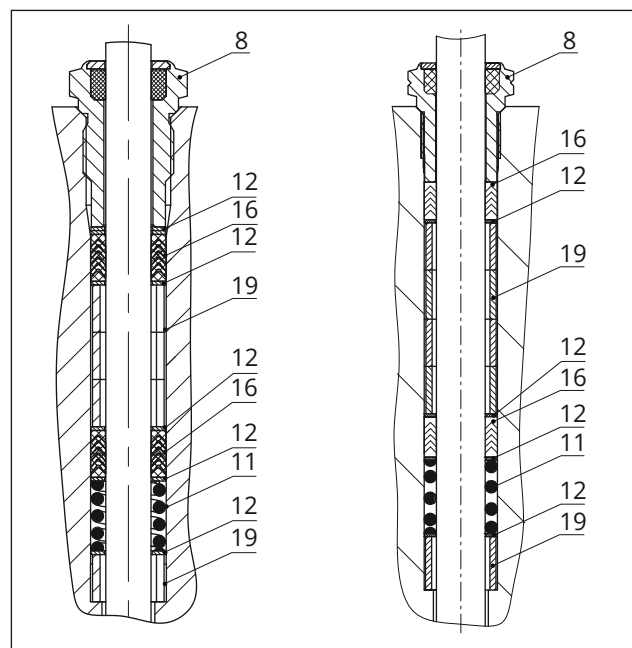

図 25: 標準の増し締め型パッキ
12. 適切な工具を用いて、弁軸の上方のパッキン部品をパッキンチャンバ内に慎重にスライドさせます。適切な手順に従ってください（図 25 を参照）。
12. 適切な工具を用いて、弁軸の上方のパッキン部品をパッキンチャンバ内に慎重にスライドさせます。適切な手順に従ってください (図 25 を参照)。
13. プラグ (5) を弁座 (4) にしっかりと押し込みます。フランジ (2) をボディのナット (14) で固定します。ナットを十文字の順に徐々に締めます。締め付けトルクを順守してください。
14. ねじ込みブッシング (8) を取り付け、締めます。締め付けトルクを順守してください。
15. ヨーク (3) をフランジ (2) に取り付け、キャッスルナット (92) を使って締めます。
16. ロックナット (10) と軸コネクタナット (9) を弁軸に緩くねじ留めします。